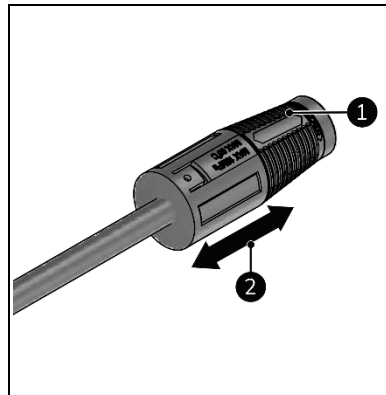

Abbildung 18
4. Den Druck der einstellbaren Düse (Abbildung 18, Pos. 1) ändern:
- Für einen hohen Druck nach vorne schieben (Abbildung 18, Pos. 2);
- Für einen niedrigen Druck nach hinten schieben (Abbildung 18, Pos. 2).